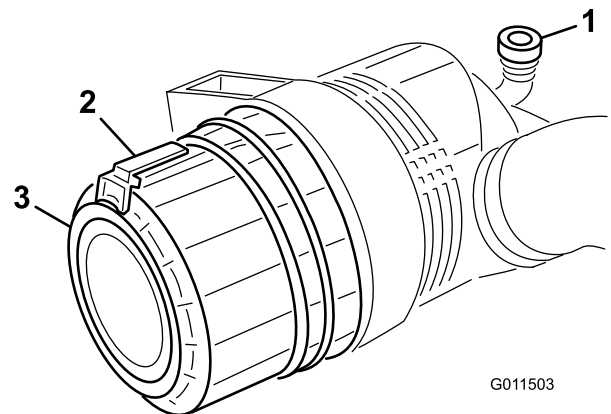

Figure 48
1. Tirez le verrou vers l'extérieur et tournez le couvercle du filtre à air dans le sens anti-horaire (Figure 48).
7. Montez le couvercle en dirigeant la valve de sortie en caoutchouc (Figure 48) vers le bas, entre 5:00 et 7:00 heures environ vu de l'extrémité. Fermez le verrou.